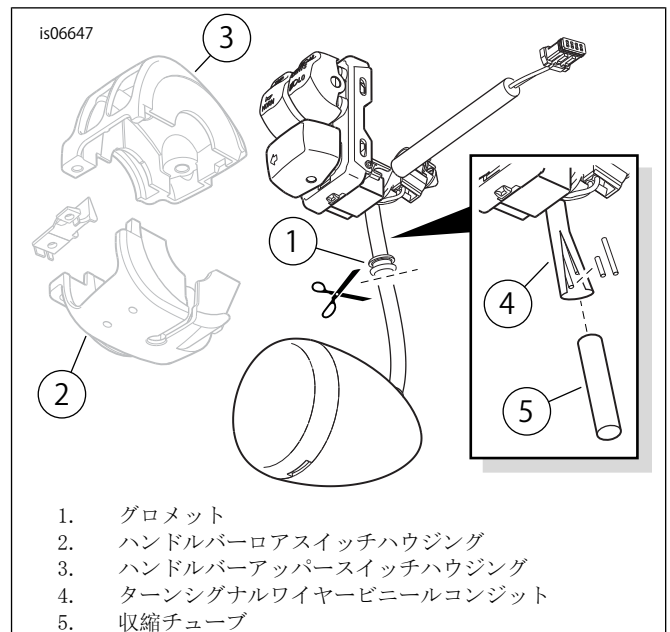

図4. スイッチアッセンブリーからターンシグナルをカットする
1. 「図4」を参照。ハンドルバーロアスイッチハウジング(2)下のターンシグナル配線とコンジットフラッシュをグロメット(1)とともに切断する。